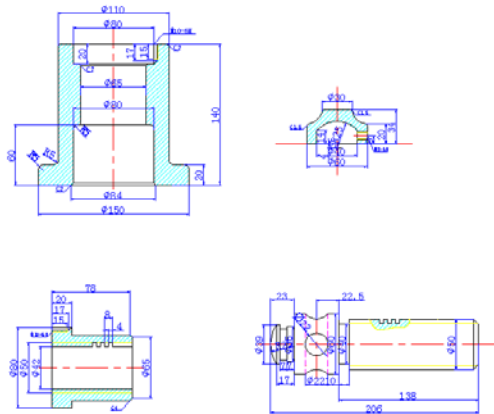
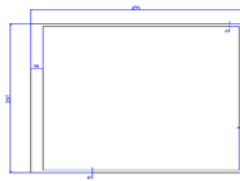

图 14.62 绘制完成的零件图
图 14.63 绘制 A3 图纸框
(7) 所有千斤顶的零件图都绘制完成, 如图 14.62 所示。
(8) 把每个零件都创建成块。
(9) 绘制 A3 图纸框, 参照如图 14.63 所示的尺寸完成后的效果如图 14.63 所示。